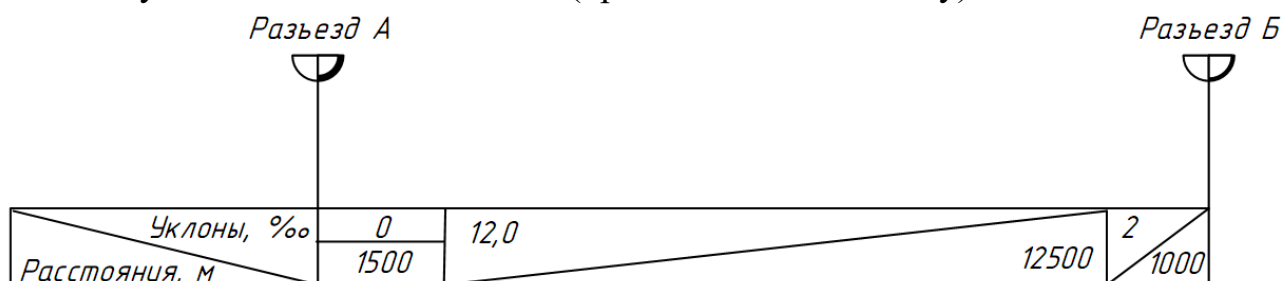

Рисунок 1 Продольный профиль ограничивающего перегона
30. Определить время хода поезда (туда и обратно) по запроектированному продольному профилю участка (рисунок 1) при руководящем уклоне $i_p = 11 ‰$, локомотив 2ТЭ10. Подсчет времени хода выполнить в табличной форме.